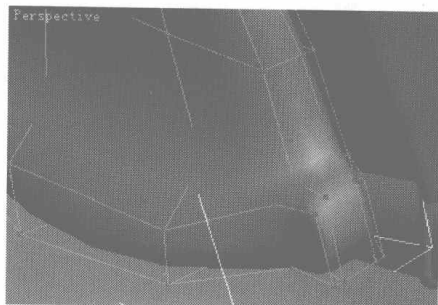
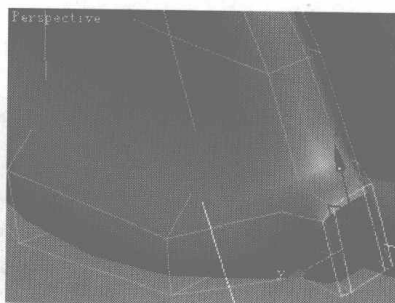
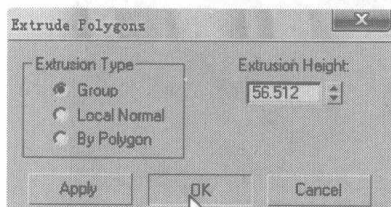
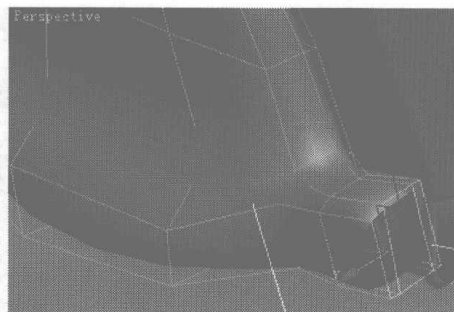

图 5.524
图 5.525
图 5.526
图 5.527
- 04** 调整模型上的点到如图 5.524 所示的位置。选择如图 5.525 所示的面，单击 **Extrude**  右边的小按钮，在弹出的对话框中设置如图 5.526 所示参数，模型显示如图 5.527 所示。